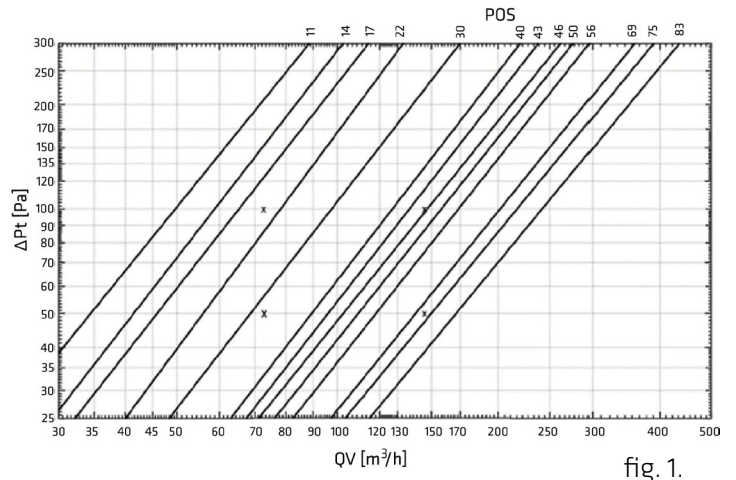

fig. 1.
- B** Justera nivån för grundventilation. Baserat på tryckmätningen [Pa] och positionsmarkeringen [POS], ställs önskad grundventilationsnivå in genom att flytta den mekaniska stoppen enligt fig. 2, från justeringsschemat fig. 1.
- C** Justera nivån för tvingad ventilation. Baserat på tryckmätningen [Pa] och positionsmarkeringen [POS], ställs önskad nivå för tvingad ventilation in genom att flytta den mekaniska stoppen enligt fig. 2, från justeringsschemat fig. 1.